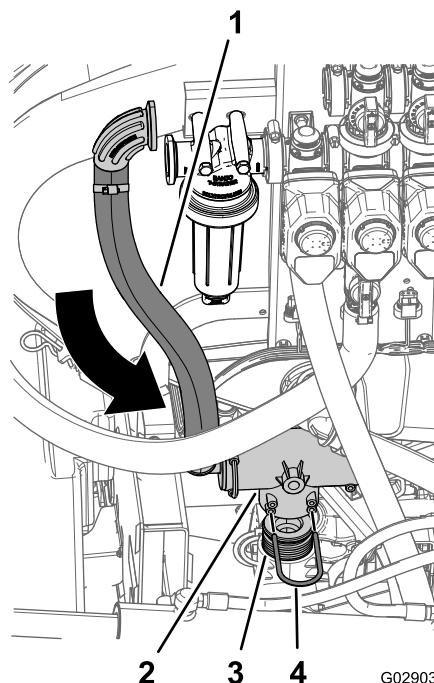

Figure 39
2. Acheminez le flexible d'entrée et le raccord en T supérieur que vous avez montés à l'opération Montage du raccord en T supérieur, du flexible d'entrée et du flexible du clapet à bille (page 20), comme montré à la Figure 39.
3. Branchez le raccord en T supérieur sur le raccord à emboîtement et fixez les deux raccords avec l'étrier de retenue (Figure 39) que vous avez retirés à l'opération 2 de Débranchement du flexible d'entrée (page 19).